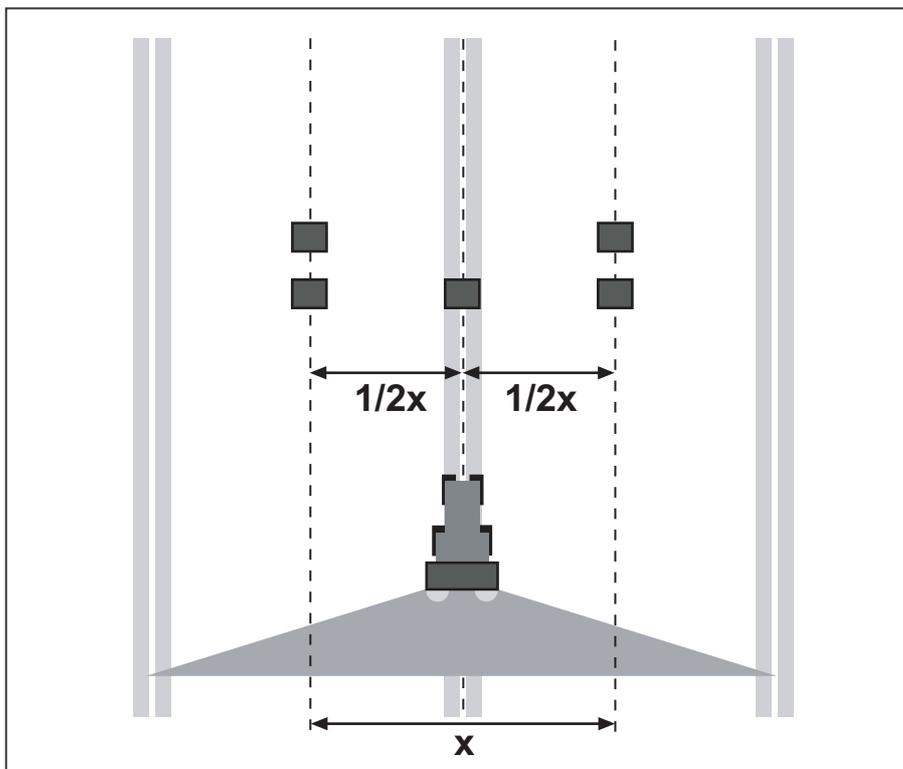

Figura 6.15: Disposizione per una traversata
- Disporre in fila due vaschette di raccolta, alla distanza di **1 m**, in ciascuna zona di sovrapposizione (tra le corsie) e una vaschetta nella corsia stessa (cfr. figura 6.15).